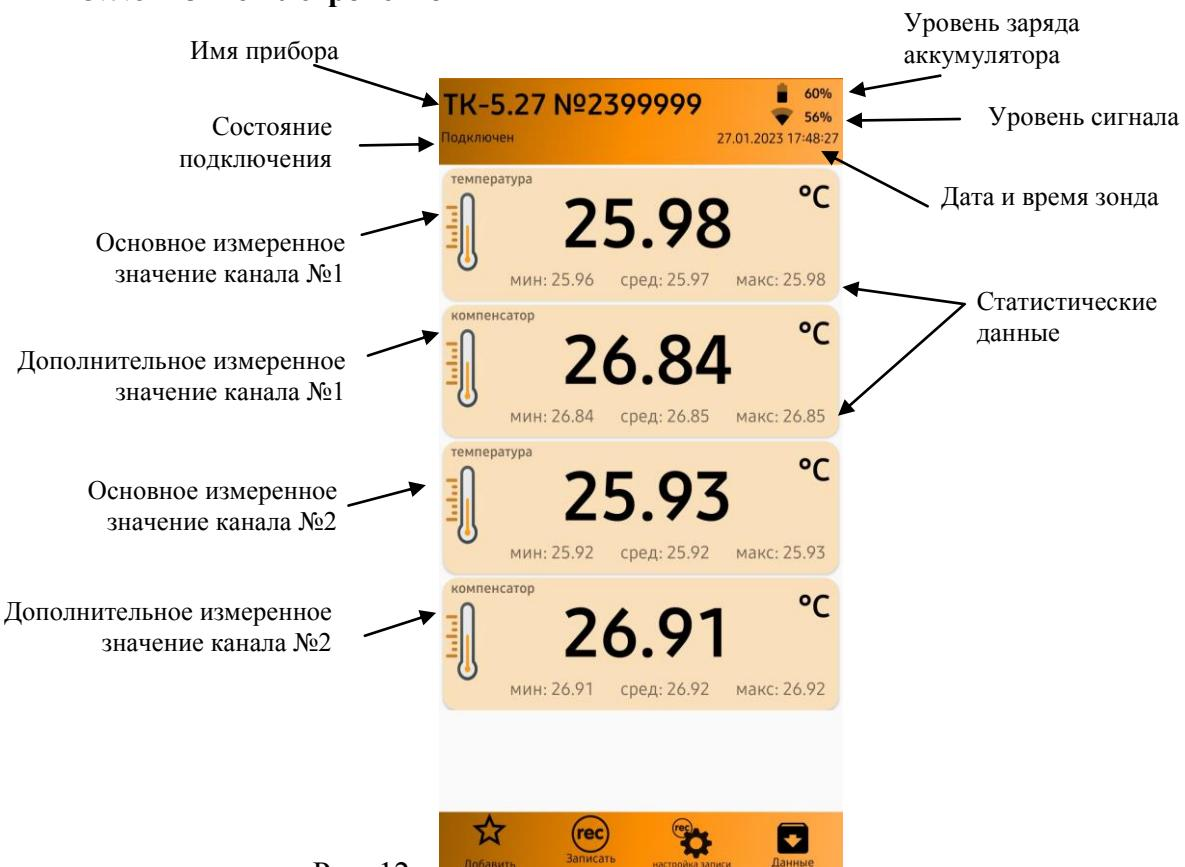
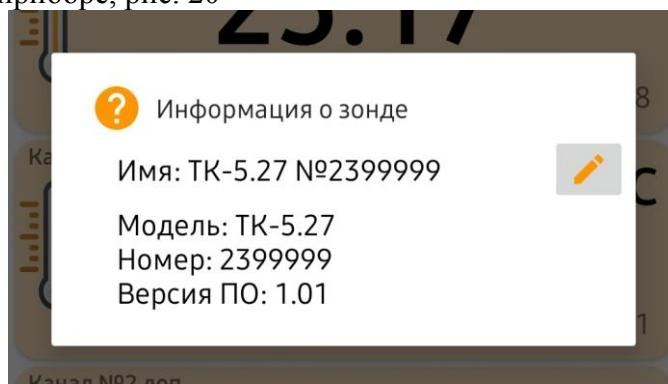

Рис. 12.
Рис. 20
- нажмите на имя прибора (показано на рис.12), появится всплывающее окно с информацией о приборе, рис. 20